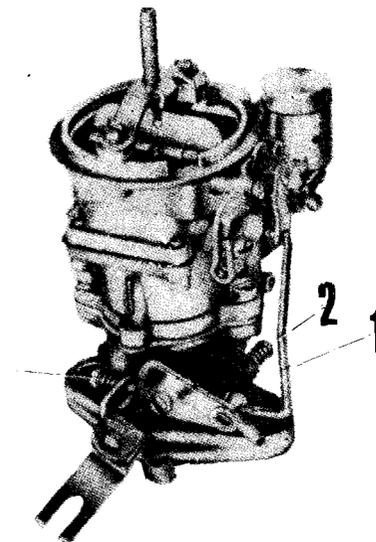

Fig. 22-C
Agindo sobre o parafuso "3" na fig. 22-C, regule a rotação para cerca de 500 a 550 RPM. Ajuste a mistura agindo sobre o parafuso "2", de modo a obter marcha lenta suave e uniforme. Se preciso, atue novamente no parafuso de regulagem da velocidade (3).